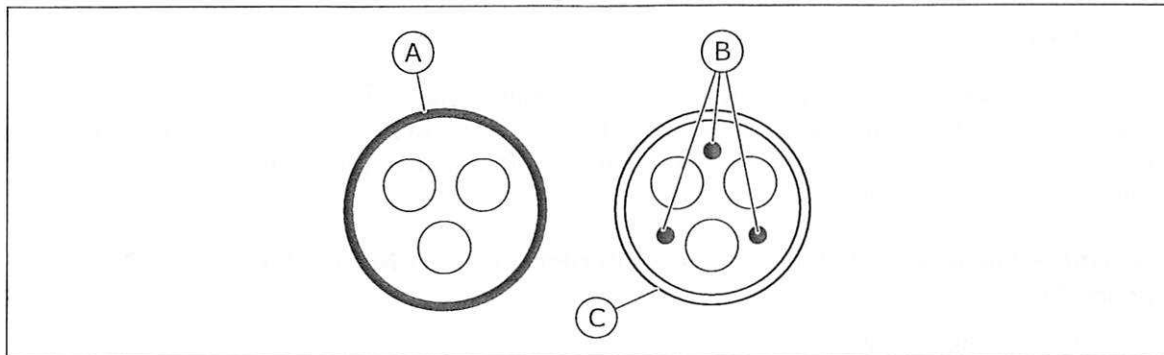

Abb. 18: Kabel mit Schutzleitern
2. Ein symmetrisches Netzkabel mit konzentrischem Schutzleiter. Ein Kabel für die angegebene Netzspannung. Wir empfehlen ein NKCABLES/MCMK-Kabel. Siehe Abb. 18.
3. Ein symmetrisches Netzkabel mit kompakter niederohmiger Abschirmung. Ein Kabel für die angegebene Netzspannung. Wir empfehlen ein NKCABLES/MCCMK-, SABÄ/ÖZCUY-J- oder ein äquivalentes Kabel. Siehe Abb. 18. \* = Für die EMV-Klassen C1 und C2 ist eine vollständige Erdung der Abschirmung mit Kabelbuchsen an der Motorseite erforderlich.